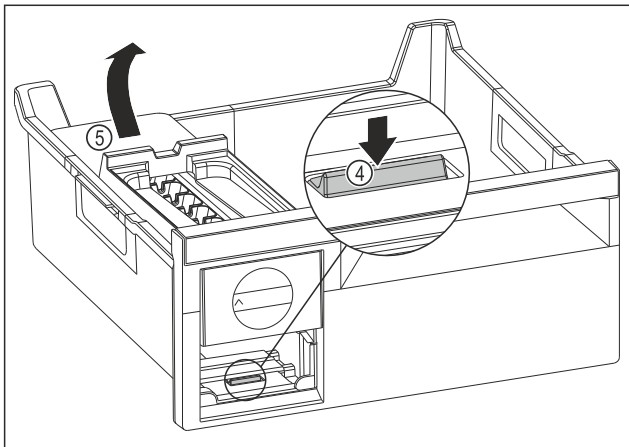

Fig. 141
- ▶ EasyTwist-Ice-Korpus entnehmen: Lasche Fig. 141 (4) mit Finger nach unten drücken und gleichzeitig mit der anderen Hand den EasyTwist-Ice-Korpus Fig. 141 (5) von hinten anheben.